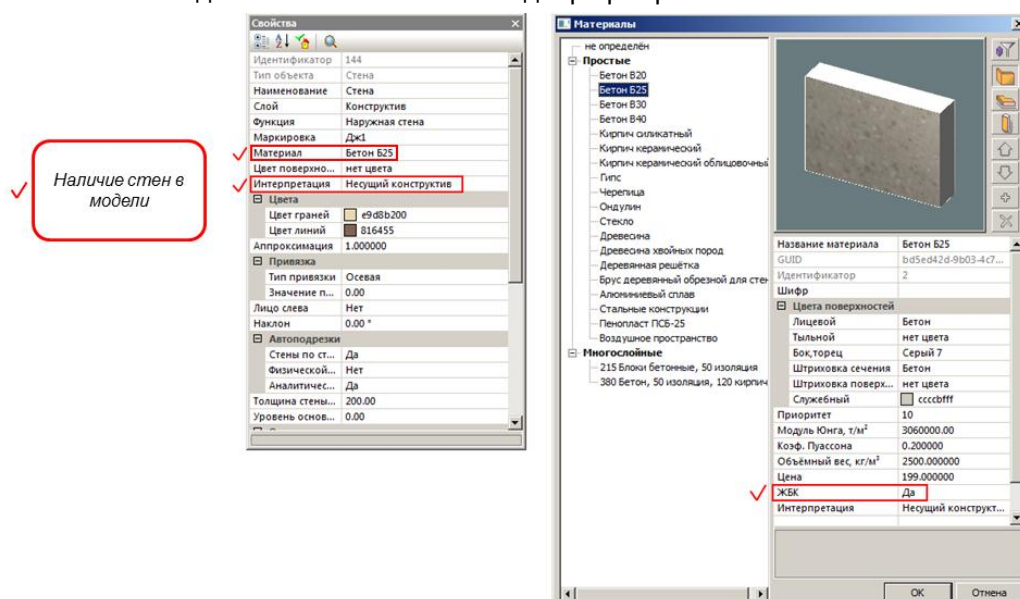

Рис.8.3. Необходимый минимум параметров для расчета армирования и проектирования диафрагм
3. Материал должен иметь признак ЖБК (настраивается в диалоговом окне **Материалы**) (рис.8.3);